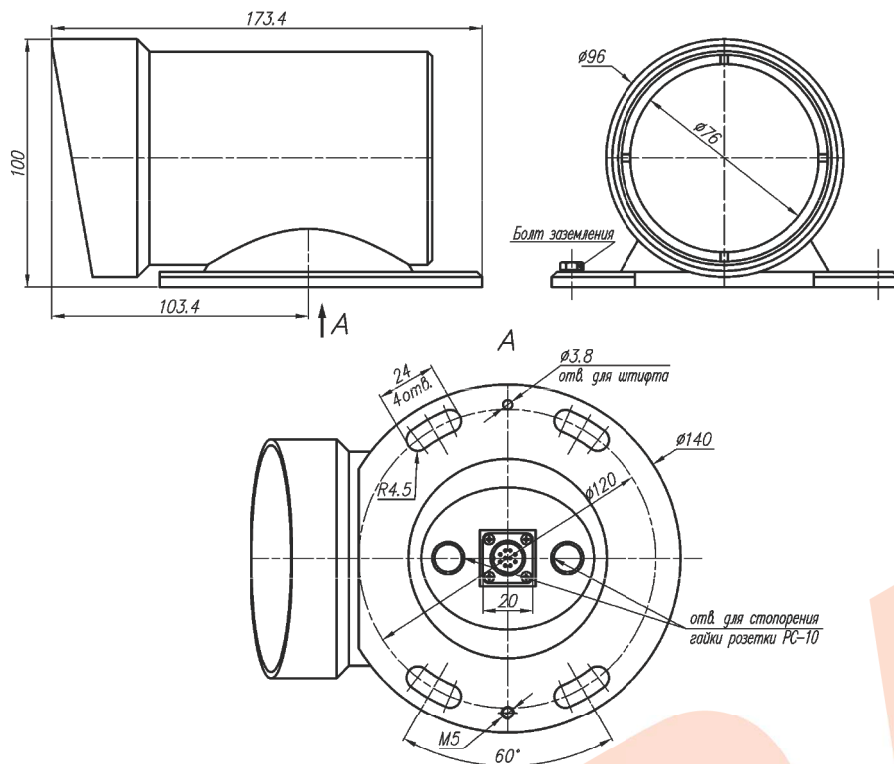

Рис. 2 Габаритно-установочные размеры.
13. Габариты и установочные размеры см. рис. 2
3. Заземлить телекамеру при помощи болта «заземления» (рис.2).
При повышенных вибрационных нагрузках конструкций изделия предусмотрено стопорение гайки розетки РС-10 стальной проволокой диаметром не более 0,5 мм через два отверстия в гайке розетки и отверстия в чашках для опломбирования (см. рис.2).